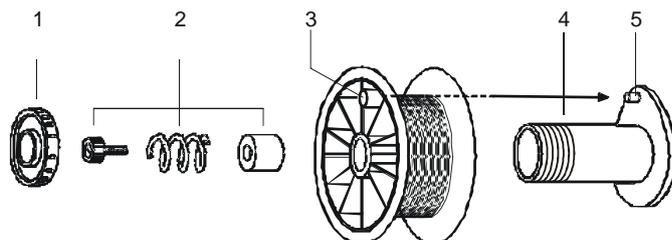

Fig.7 – Support de bobine de fil
- Positionner la bobine de fil sur son support (4-fig.7) en vérifiant que le trou de freinage (3-fig.7) reste correctement positionné sur le pivot de freinage (5-fig.7). En cas d'utilisation d'une bobine de fil en plastique, un adaptateur compatible doit être employé.
2 - Freinage de la bobine de fil (2-fig.7) en vérifiant que les avances et les arrêts de la bobine soient instantanés.